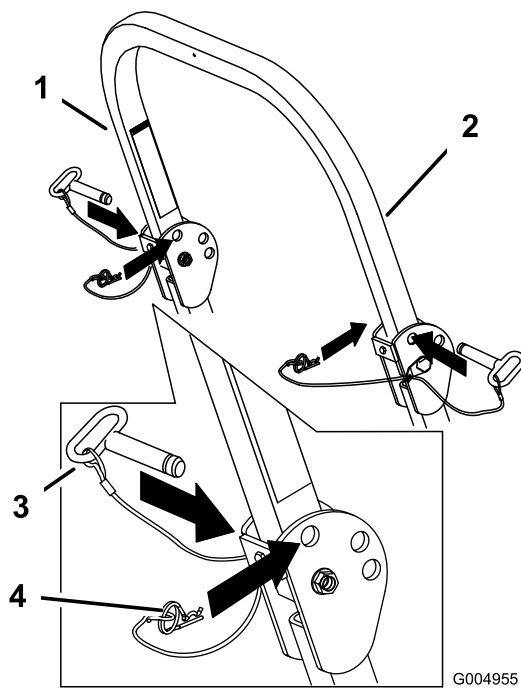

Bild 9
1. Entfernen Sie die Splints und die zwei Stifte (Bild 9).
3. Setzen Sie die zwei Stifte ein und befestigen sie mit den zwei Splints (Bild 9).
4. Entfernen Sie zum Hochklappen des Überrollbügels den Splint und die zwei Stifte (Bild 9).
5. Richten Sie den Überrollbügel ganz auf und setzen zwei Stifte ein. Befestigen Sie die Stifte mit den Splints (Bild 9).